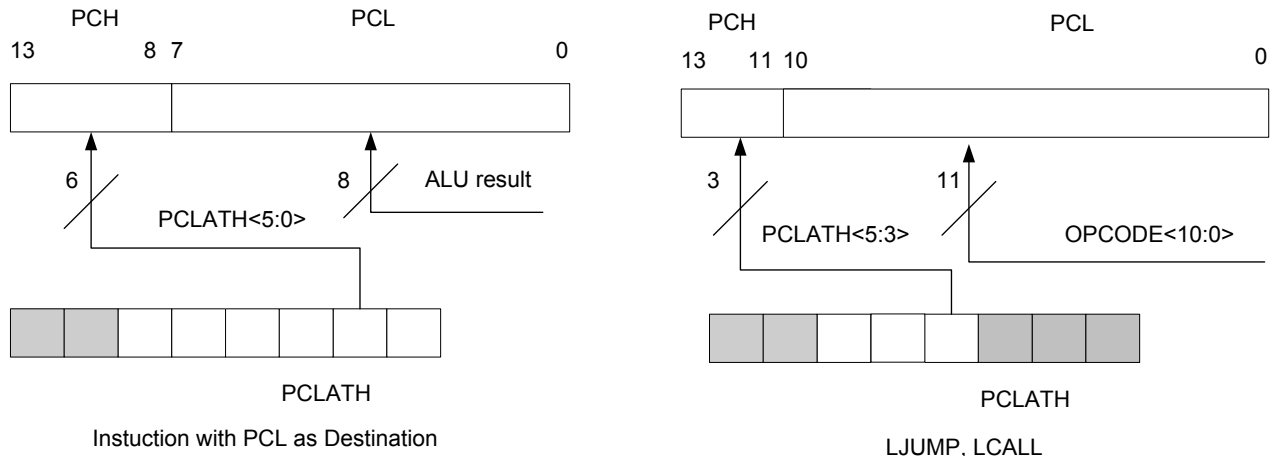

图 19-2 装载 PC 值的不同情况
程序计数器 (PC) 为 14 位宽。其低 8 位来自可读写的 PCL 寄存器, 高 6 位 (PC[13:8]) 来自 PCLATH, 不可直接读写。发生复位时, PC 将被清 0。图 19-2 显示了装载 PC 值的两种情形。